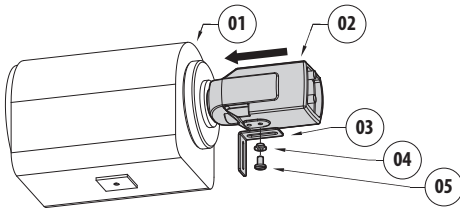

Abb. 8
Es ist möglich einen H-20 Abstandhalter (02) an der Optik zu befestigen. Die Kamera zusammenstecken und die L-Bügel befestigen (Abb. 8, Seite 15). Legen Sie einen Abstandhalter aus Plastik (01) in der gewünschten Dicke dazwischen und befestigen Sie ihn mit Unterlegscheibe und Schraube (03).